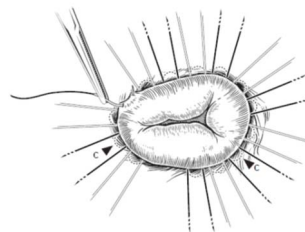

図 7
- 4) 中隔尖の中央部で弁輪に縫合糸を掛ける。三尖弁輪に沿って前尖と中隔尖の交連部まで幅約 4mm のマットレス縫合を行う(図 7)。